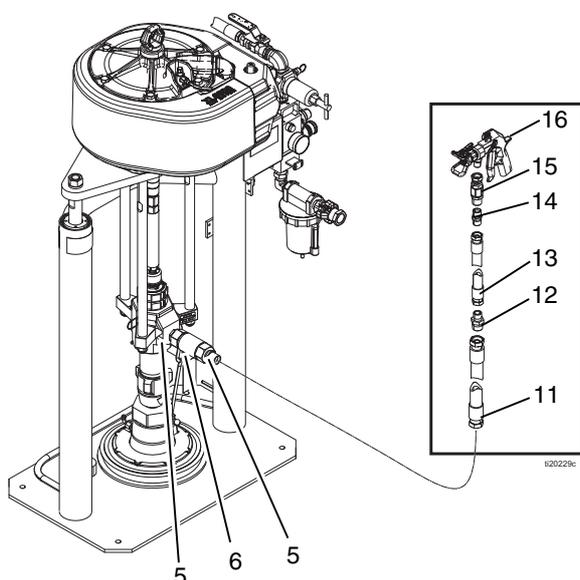

Рис. 6
**ПРИМЕЧАНИЕ:** Комплект 24P832 включает позиции 5, 6, и 11–16 на Рис. 6.
1. Если вы устанавливаете комплект 24P832 с линией смешивания и пистолетом, установите ниппель (5), обратный клапан (6) и второй ниппель (5) на насосе, как показано на Рис. 6.
2. Соедините прилагаемый в комплекте шланг (11) диаметром 6,35 мм (3/4 дюйма) с ниппелем (5). См. Рис. 6.
3. С помощью редуционного ниппеля (12) подсоедините шланг с оплеткой (13) диаметром 12,7 мм (1/2 дюйма) к шлангу (11) диаметром 6,35 мм (3/4 дюйма).
4. С помощью ниппеля (14) подсоедините вертлюг пистолета (15) к шлангу с оплеткой (13).
5. Подключите пистолет (16) к вертлюгу пистолета (15).